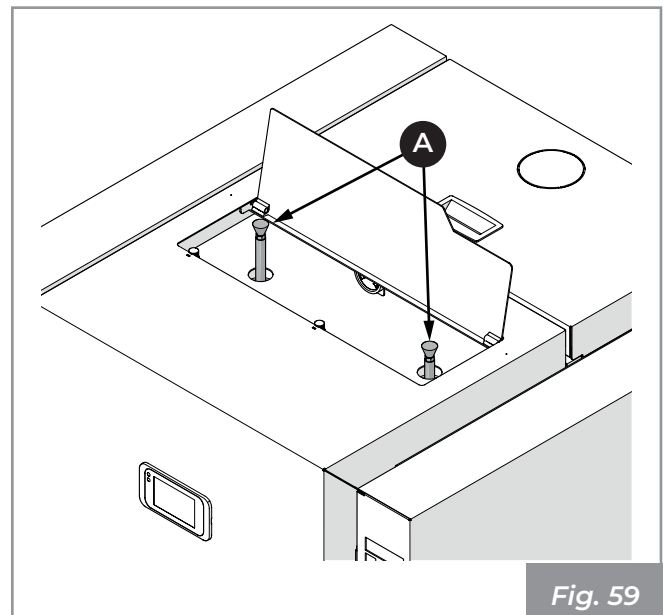

Fig. 59
**ATENCIÓN:** antes de cada puesta en marcha, compruebe que el conducto de cenizas esté correctamente colocado (Fig. 59 - A).